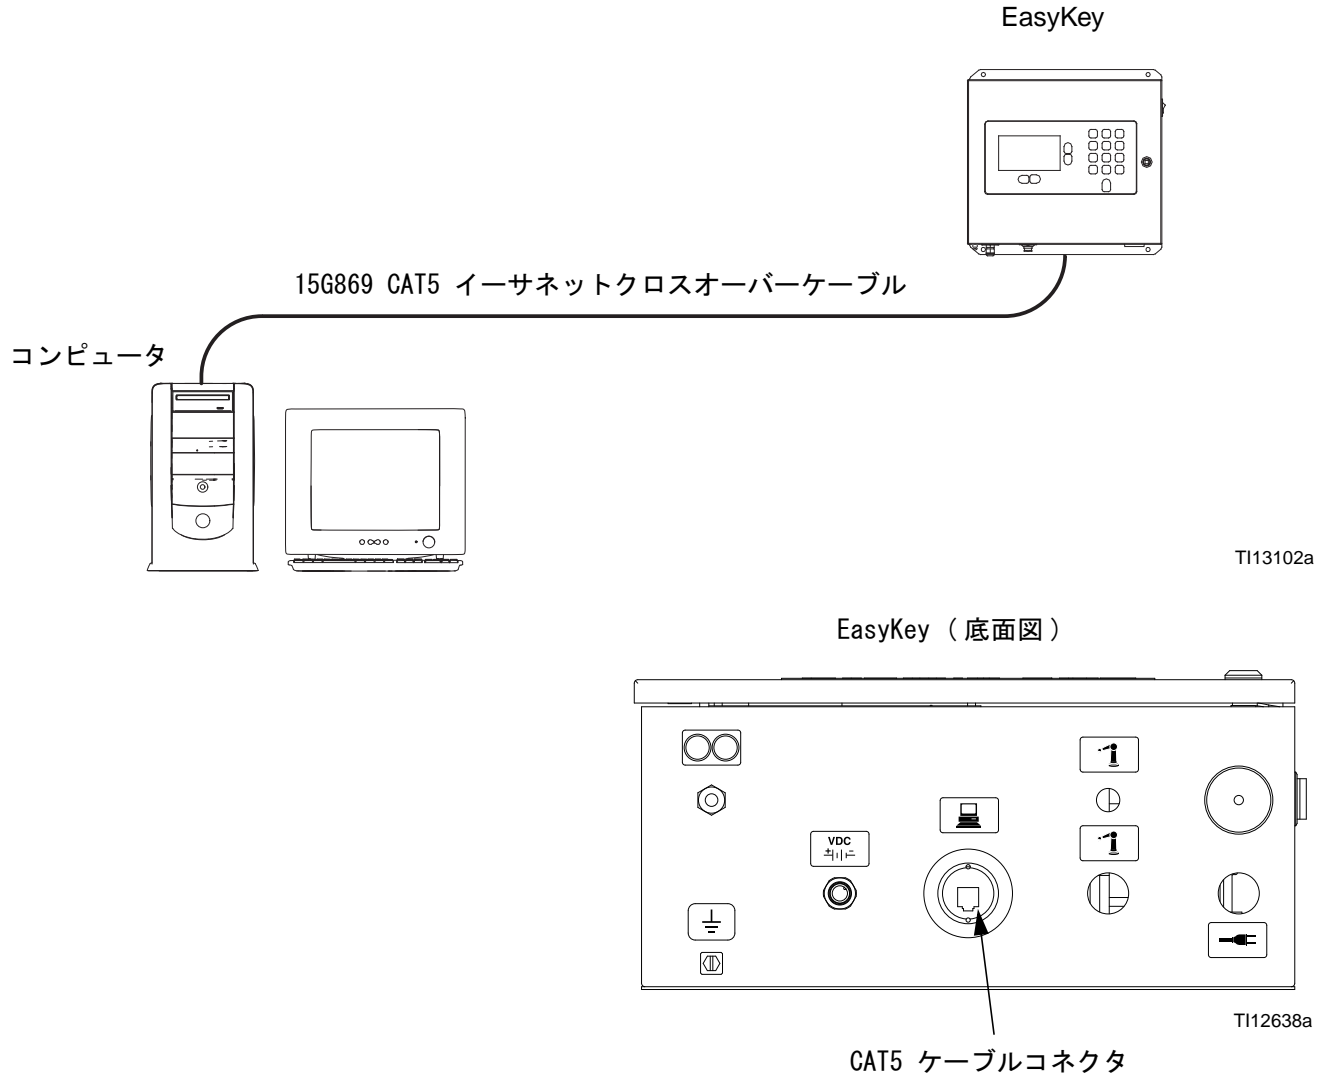

図 7. ProMix 2KS/3KS 基本ウェブインターフェース接続
2. ProMix Application インターフェースのインストール後に、EasyKey に付属する 15G869 CAT5 イーサネットクロスオーバーケーブルを使用してコンピュータを直接 EasyKey に接続します。を参照のこと 図 7.
メイン BWI 画面 (図 7 を参照) から、操作員は、